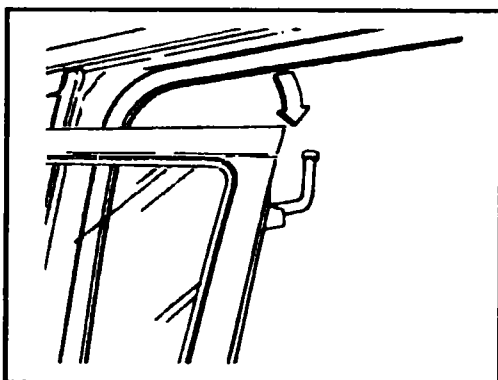

Рис. 10.34 Отсоединение верхней направляющей двери
- ◆ Аккуратно, поддерживая дверь на весу, выньте верхнюю направляющую двери из желоба кузова (см. рис. 10.34).